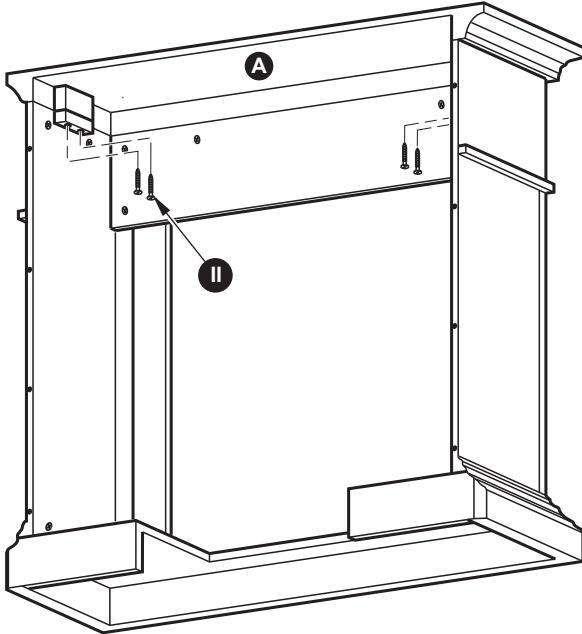

Figura 32
5. Fije los soportes de apoyo de madera unidos a la parte superior del montaje de la repisa a la parte superior (A) con 4) ST4 Tornillo $1 \frac{9}{16}$ " (II) como se muestra en la Figura 32.